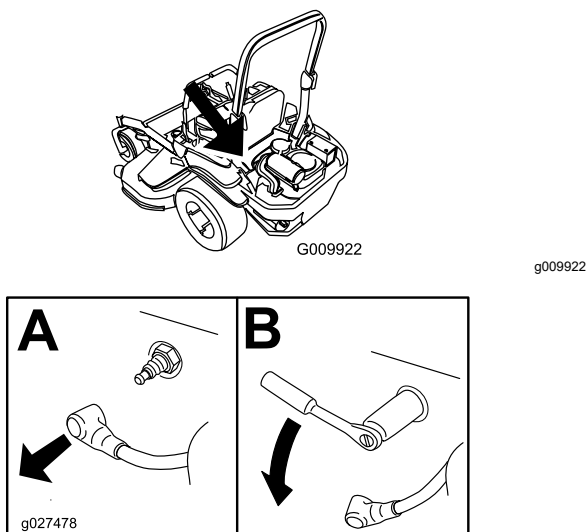

Figure 49
4. Localisez et déposez la ou les bougies, comme montré à la Figure 49.